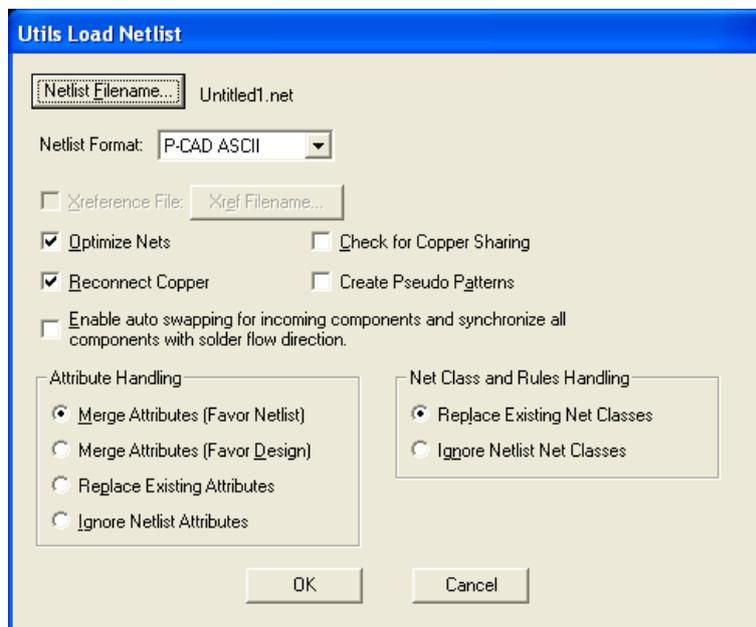

Рис. 9.6. Меню команды загрузки файла соединений.
- загрузите файл списка соединений (с расширением **.net**), командой **Utils/Load Netlist** (рис.9.6);
- Остальные опции установите так, как показано на рис.9.6.